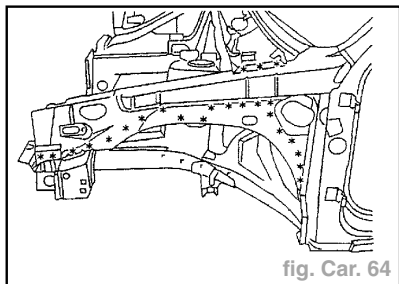

fig. Car. 64
- Dégraffer les points à l'aide d'une fraise de diamètre = **8 mm** (fig. Car. 64, 65 et 66).